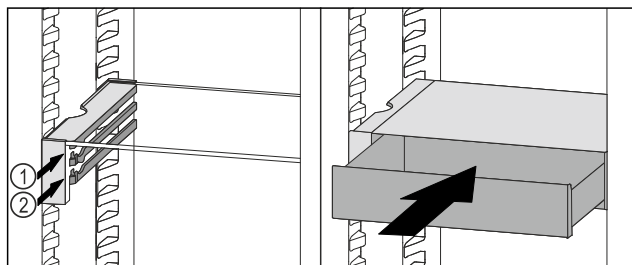

Fig. 140
- VarioSafe-lade achter de stoppers op de gewenste rib Fig. 140 (1) of Fig. 140 (2) plaatsen.